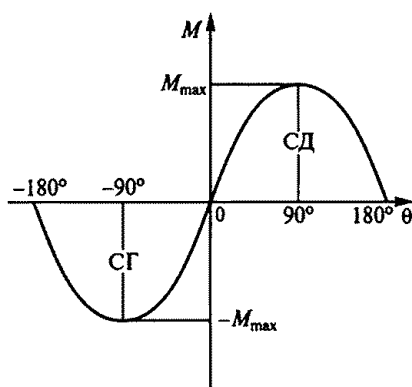

Рис. 235
9.83. На рис. 235 представлена угловая характеристика синхронной машины, работающей в режимах двигателя (СД) и генератора (СГ). При каких углах θ обеспечивается ее устойчивая работа? (Указать неправильный ответ.)